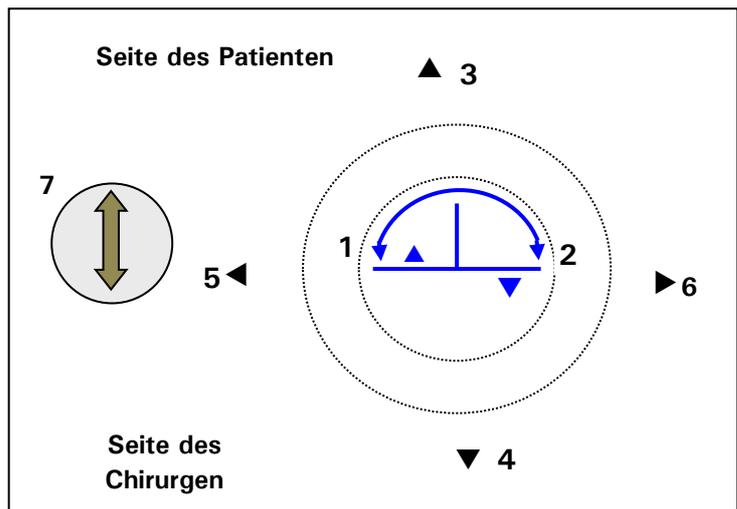
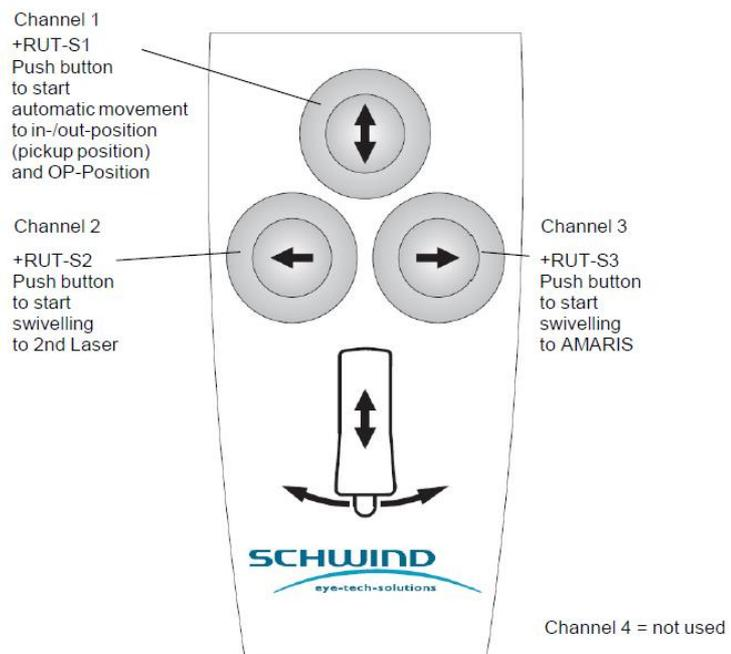

Abbildung 6-11: Patient Bed - Bedienung per Joystick
Abbildung 6-13: Sendemodul der Fernbedienung
Die Zusatzfunktion „**Automatic Run**“ in OP-Position und in Patientenein- und -ausstiegsposition (**Pick-up-Position**) kann durch Betätigung eines Tasters gestartet werden, siehe Abbildung 6-11: Patient Bed - Bedienung per Joystick.
Zum Starten des „Automatic Run“ die IN/OUT-Taste (7) Abbildung 6-11: Patient Bed - Bedienung per Joystick oder die IN/OUT-Taste auf der Fernbedienung (Abbildung 6-13) betätigen.
Zum Starten des Automatic Run die IN/OUT-Taste (7) Abbildung 6-11: Patient Bed - Bedienung per Joystick oder die IN/OUT-Taste auf der Fernbedienung (Abbildung 6-13) betätigen. Das Bett fährt von der Ein-/Ausstiegsposition in die OP-Position. Die X-, Y- und Z-Achse bewegen sich gleichzeitig. Die Taste gedrückt halten, bis die Liegefläche ihre Endposition erreicht hat.
Zum Starten des „Automatic Run“ (Abbildung 6-11: Patient Bed - Bedienung per Joystick) den IN/OUT-Taster (7) kurz und kräftig drücken.